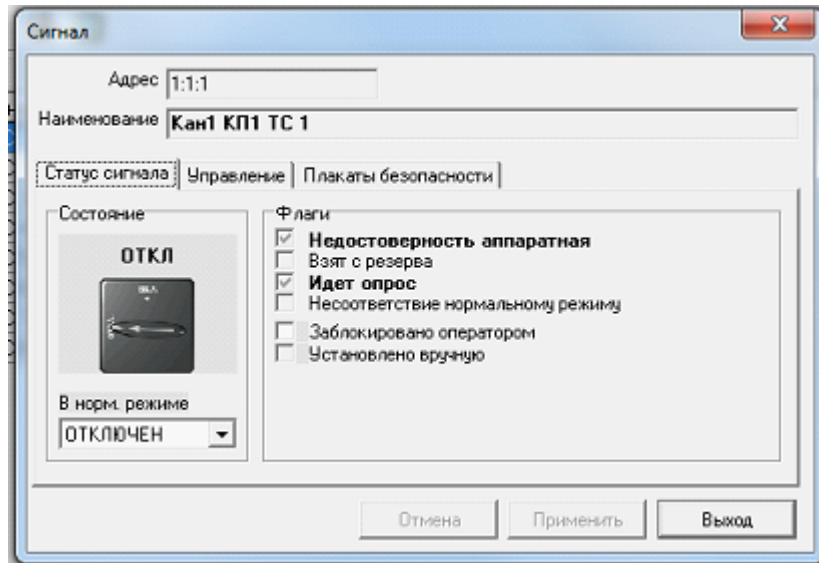

Рис. 5.6 Окно отображения состояния сигнала
Для ручного изменения состояния сигнала и признаков его достоверности следует ЛКМ щелкнуть на кнопке  «Обозначить состояние». Откроется окно «Сигнал» (см. Рис. 5.6).
- через окно отображения состояния сигнала (см. Рис. 5.6), выбрав закладку «Управление».